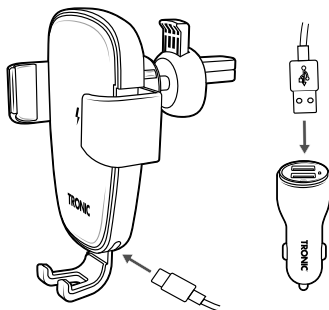

Fig. 1
- ♦ Conecte el soporte para vehículos a través del cable de carga **11** en el adaptador USB para vehículos **10**; consulte la fig. 1.